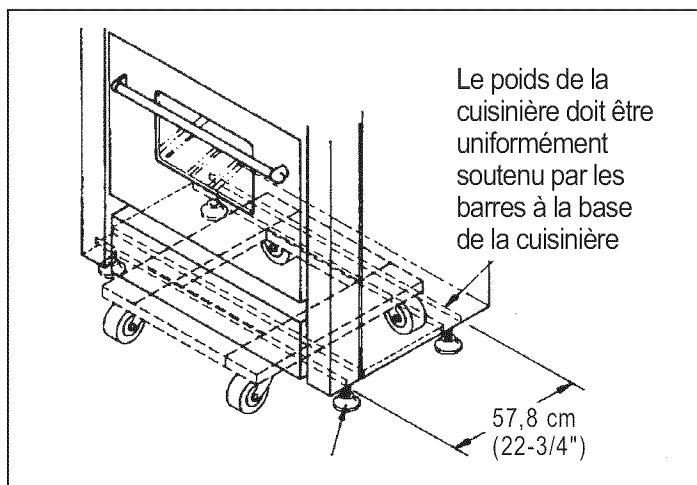

Figure 6 : Mise en place sur la plate-forme à roulettes
- En raison du poids de la cuisinière, il convient de la déplacer à l'aide d'une plate-forme à roulettes souples. Le poids doit être uniformément réparti sur la plateforme (voir Figure 6).